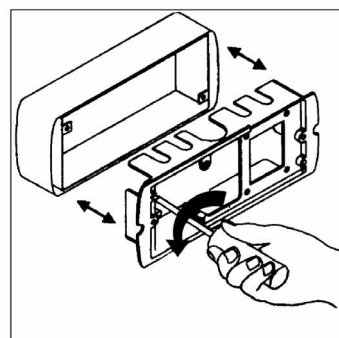

Abb. 4/pic 4./Fig. 4
3. Die Wanddose aus der Kunststoff-Einfassung herausheben. (siehe Abb. 4)
3. Lift the wall box away from the plastic surround. (Refer to Fig.4).
3. Retirer le boîtier mural de la bordure en plastique. (voir fig. 4).